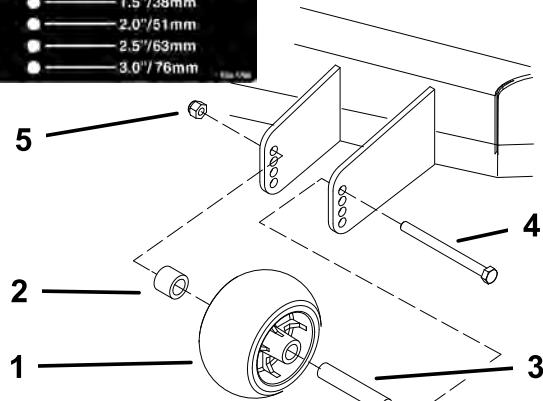

Figure 20
- Après avoir réglé la hauteur de coupe, réglez les galets en retirant l'écrou à collarette, la bague, l'entretoise et le boulon (Figure 20, Figure 21 et Figure 52).
- Posez l'écrou à embase, la bague, l'entretoise et le boulon. Serrez à 54–61 Nm (40–45 pi-lb) (Figure 20, Figure 21 et Figure 52).